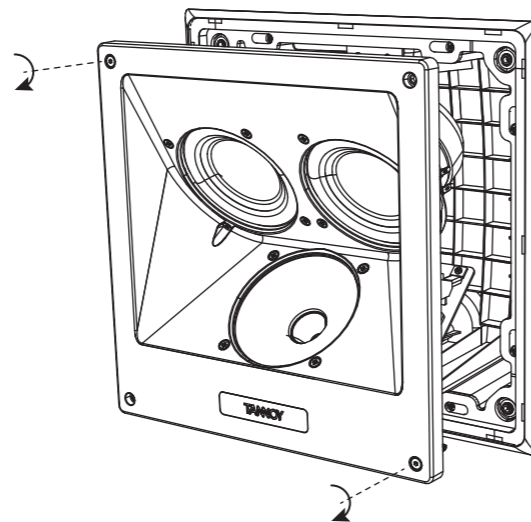

Fig. 20. Install the loudspeaker
- スピーカーをバック缶に取り付け、ネジで固定します (図 20)。